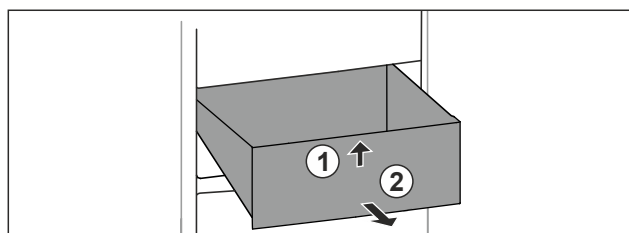

Fig. 72
- ▶ Predal spredaj dvignite. Fig. 72 (1)
- ▶ Predal vzemite ven v smeri naprej. Fig. 72 (2)